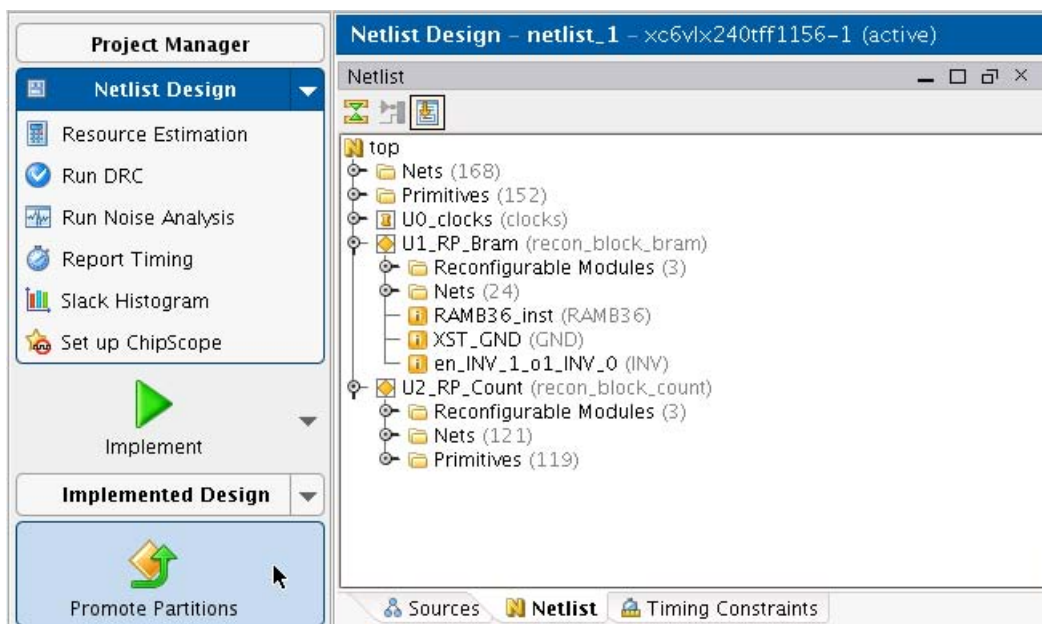

図 21 : [Promote Partitions] ボタン
4. Flow Navigator で [Promote Partitions] ボタンをクリックします (図 21)。